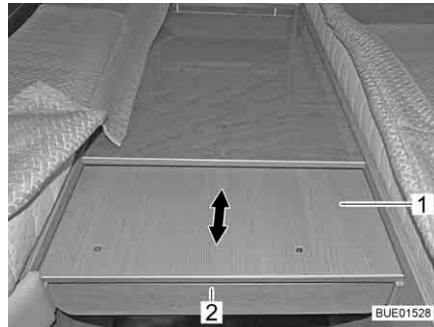

Fig. 118 Estrazione dell'allargamento letto
- Afferrare da sotto il diaframma (Fig. 118,2) ed estrarre la prolunga (Fig. 118,1) fino all'arresto.